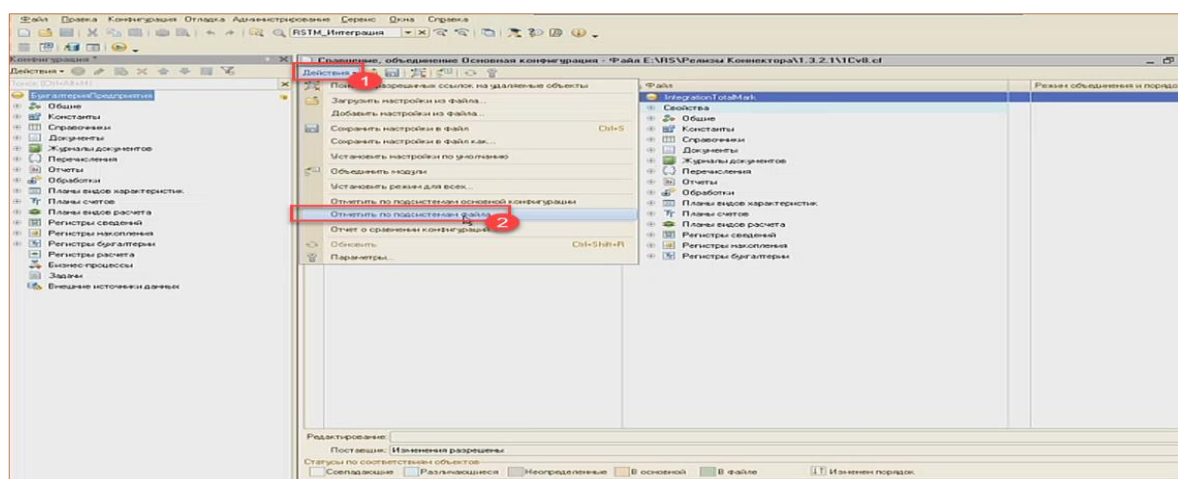

Рис. 11.8 - Объединение конфигураций
- Для этого нажать Действия/Отметить по подсистемам файла (Рис. 11.8).